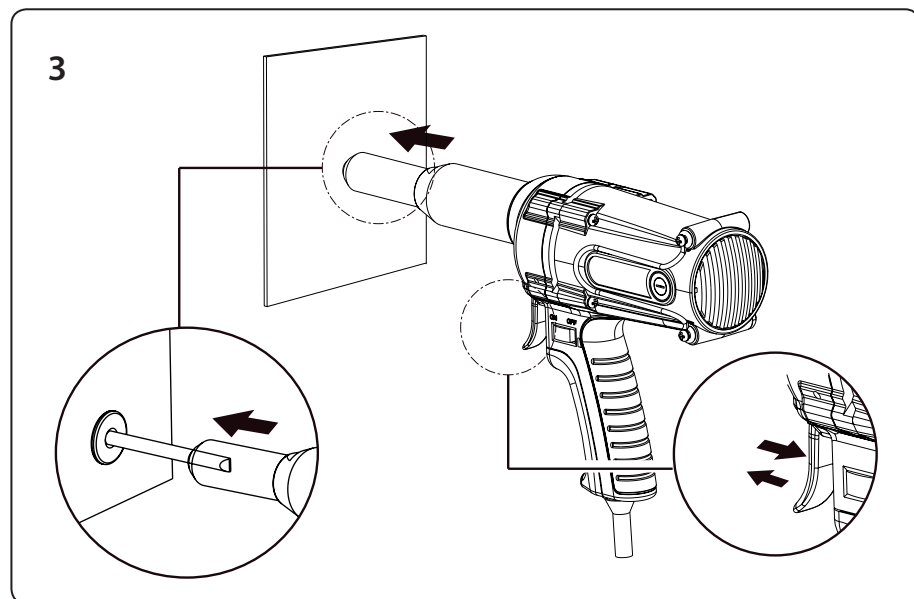

Fig.5
- c) Inserte el mango del remache en el orificio del tornillo remachador en la pistola remachadora y apriete e inmediatamente suelte sin aguantar el disparador de la pistola, véase el paso 3, fig. 5. El disparador de la pistola no se debe aguantar.